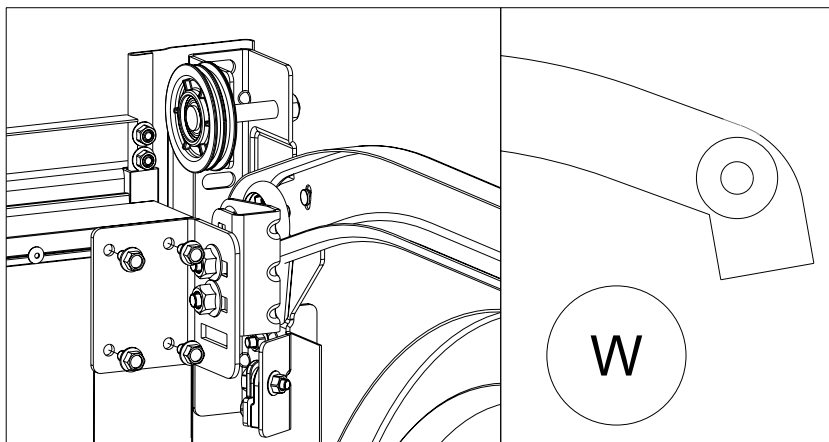

Fig. 14.4.
I fig.14.4 er installationen vist med automatik:
- På porte med automatik, bør hjulene placeres tæt på det øverste af skinnen (fig.14.4).